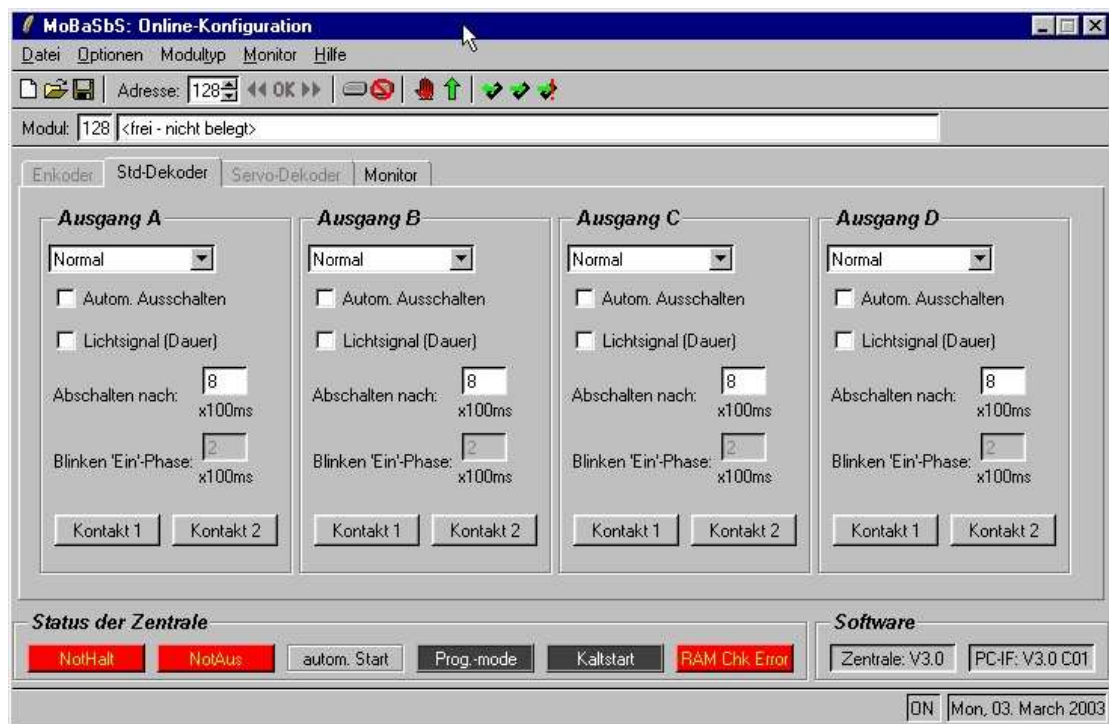

Abbildung 1: Konfigurationsparameter für den Standard-Dekoder
Nach dem Start des Programmes erscheint das in Abbildung 1 dargestellte Fenster. Man erkennt im oberen Teil mehrere Werkzeugleisten, im mittleren Bereich ein Feld mit verschiedenen ‚Registerkarten‘, darunter diverse Status-Informationen der Zentrale sowie die Software-Versionen (PC-IF und Zentrale).
- Standard Dekoder (Abbildung 1)